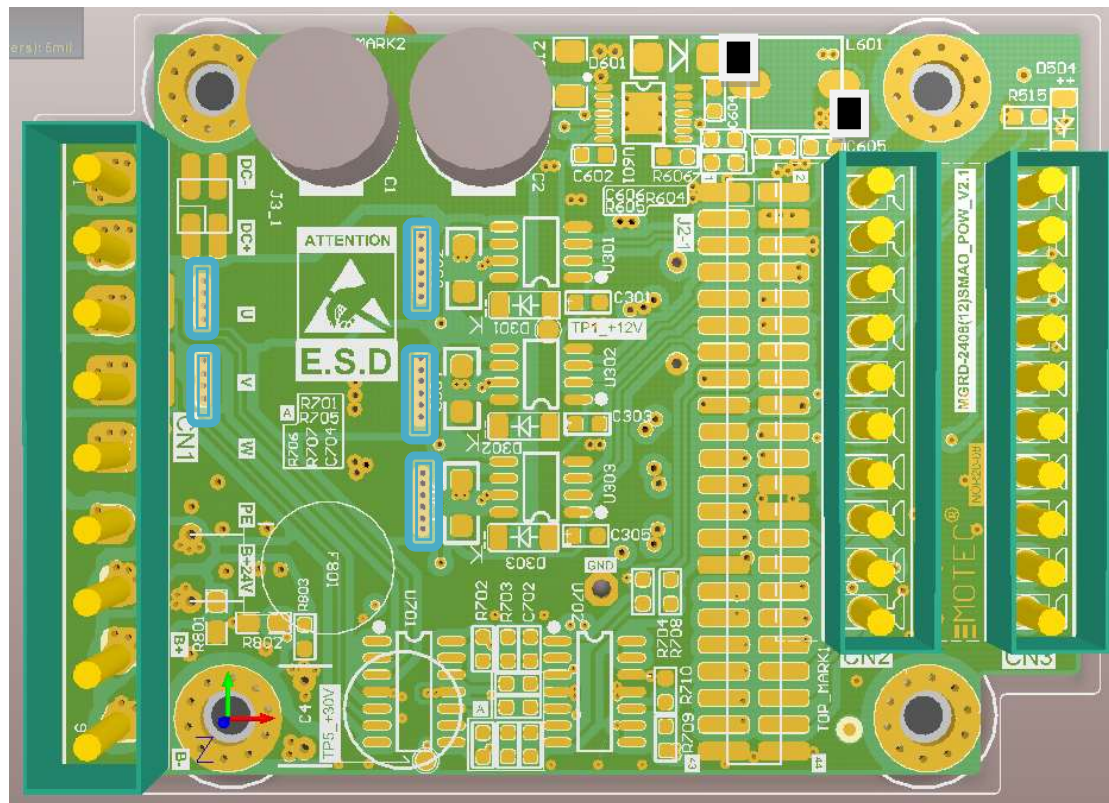

图 1
- 6) 顶层电感 L601，按照图 1 的黑色区域，涂覆 704 黑色胶，粘接与线路板，胶的厚度要高于 1mm，不要拉丝；